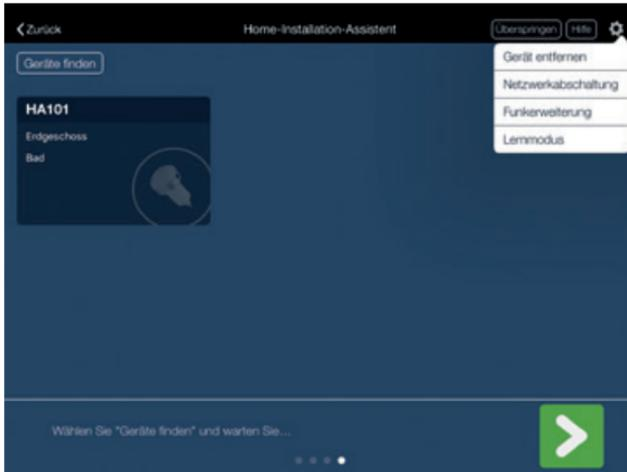

Abb. 16
1. Drücken Sie auf das Menüsymbol Einstellungen  in der rechten oberen Ecke und wählen Sie die Option „Gerät entfernen“. (siehe Abb. 16)
Es besteht die Möglichkeit beim Anlernmodus die Reichweite zwischen Gateway und den anzulernenden Komponenten zu erweitern. Bitte aktivieren Sie dazu das entsprechende Kontrollkästchen. (Siehe Abb. 16)